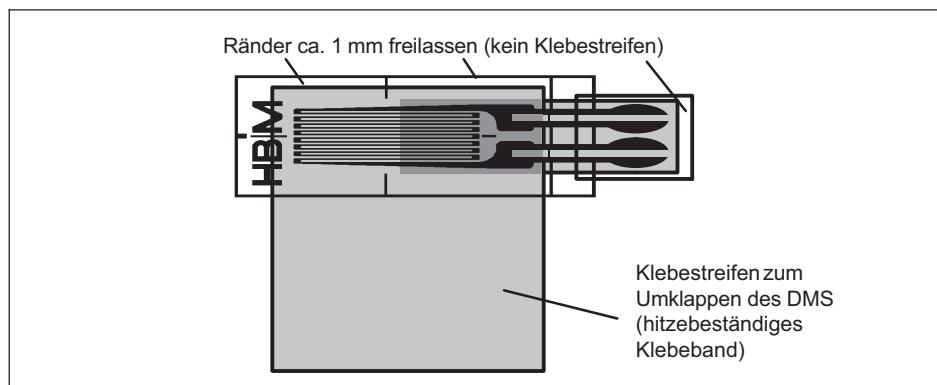

Abb. 6.2 Fixieren des Klebebandes
- ▶ Ziehen Sie an der gegenüberliegenden Seite den DMS mit Klebeband wieder etwas ab, so dass ein Scharnier entsteht, mit dem der DMS angehoben werden kann, ohne dass sich seine Position verändert. Durch die nicht mit Klebestreifen abgedeckten Seiten des DMS kann überschüssiger Klebstoff entweichen (Abb. 6.2).